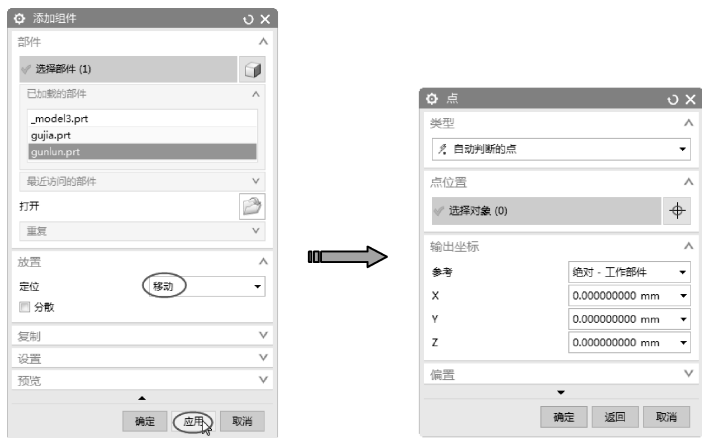

图 7-9 设置组件的定位方式
- 07 在对话框的【放置】选项区的【定位】下拉列表中选择【移动】选项, 然后单击【应用】按钮, 弹出【点】对话框, 如图 7-9 所示。